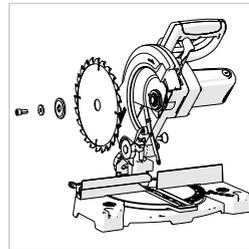

Abb. 27
- Die Befestigungsschraube mit dem mitgelieferten Sechskantschlüssel lösen und Unterlegscheibe, Sägeblattflansch und Sägeblatt von der Nabe abnehmen. **(Abb. 27)**